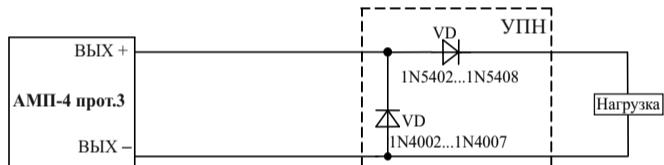

Рисунок 8
4.3.1 Выходы ВЫХ. 1, ВЫХ. 2 для обеспечения контроля целостности выходных цепей в разрыве выходной цепи непосредственно к нагрузке должно быть подключено устройство подключения нагрузки (далее по тексту – УПН) в соответствии со схемой (Рисунок 8).